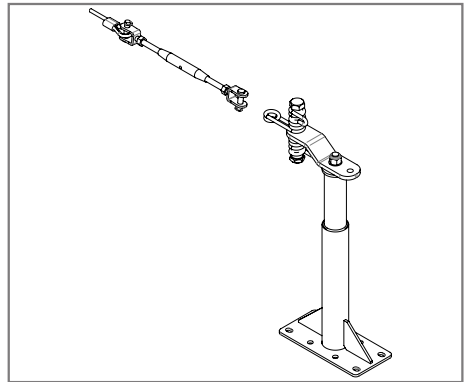

Figura 4
- Collegare il tenditore al cavo di acciaio e aprirlo ruotando l'elemento centrale fino alla massima apertura. Tendere il cavo d'acciaio e installare il secondo punto di estremità [Figura 4].